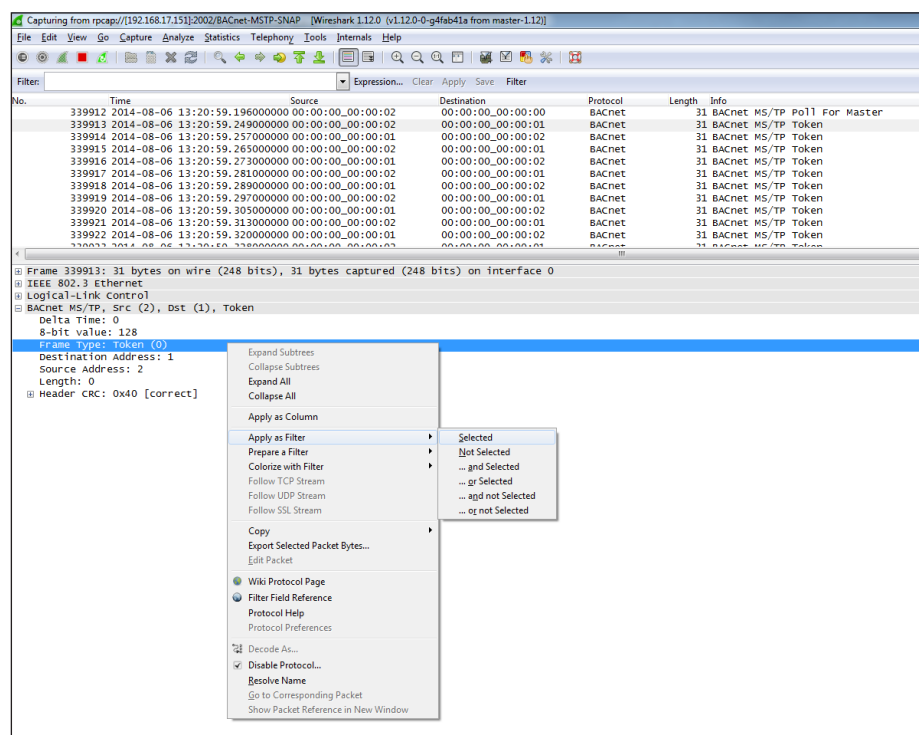

Abb. 4: Filterregeln in Wireshark
die Tokens ausblenden. Dazu markiert man ein BACnet MS/TP Token Paket, um dessen Details anzuzeigen. Klappt man die BACnet MS/TP Informationen auf, so findet man die Zeile „Frame Type: Token (0)“. Um diesen Pakettyp auszublenden, markiert man die Zeile und öffnet mit der rechten Maustaste das Kontextmenü. Der Menüpunkt „Apply as Filter -> Selected“ generiert automatisch eine passende Filterregel für das Ausblenden des Pakettyps (Abb. 4). Um aus den verbliebenen Paketen weitere Filterregeln anzuwenden, können auf dieselbe Weise über den Menüpunkt „Apply as Filter -> And Selected“ zusätzliche Regeln definiert werden.